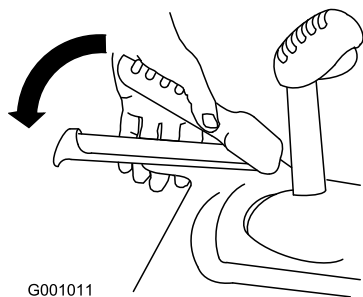

Figure 24
1. Pour engager la transmission aux roues, serrez le levier gauche (déplacement) contre la poignée (Figure 24).